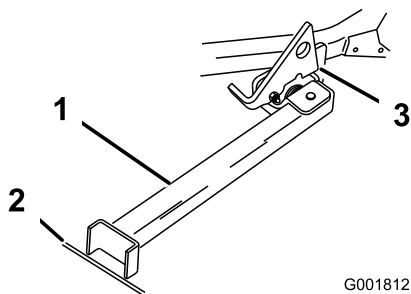

Figura 40
3. Alzate il dispositivo di chiusura. Portate il piede del supporto sul davanti e spostate il supporto verso la macchina, nell'intaglio inferiore (Figura 39e Figura 40).
- Mettete a terra il piede del supporto ed appoggiate il dispositivo di chiusura sull'ala orientabile (Figura 40).
Nota: Per ottenere risultati ottimali, appoggiate il piede del supporto nelle fessure del marciapiede o nel tappeto erboso (Figura 40).
- Guidate sul supporto. Fermatevi quando il dispositivo di chiusura cade sull'ala e si chiude (Figura 40). Una volta sul supporto, innestate il freno di stazionamento e spegnete il motore.